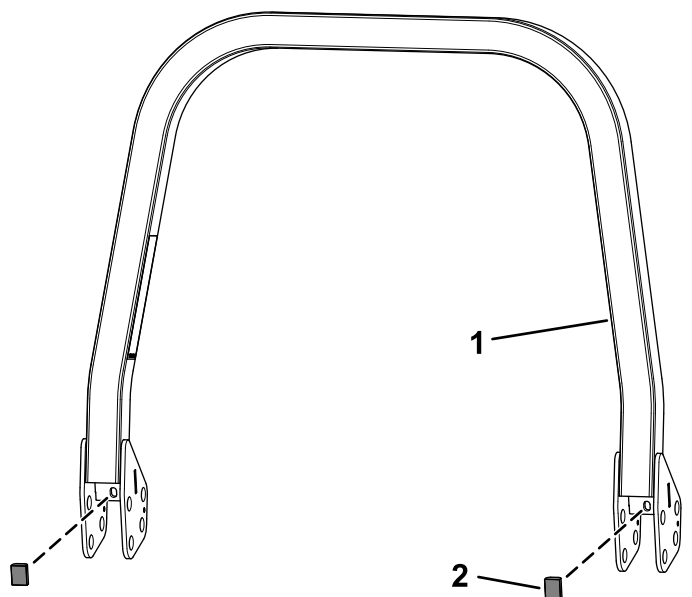

Рисунок 4
2. Прикрепите 2 бампера к узлу верхней защитной дуги (Рисунок 4).